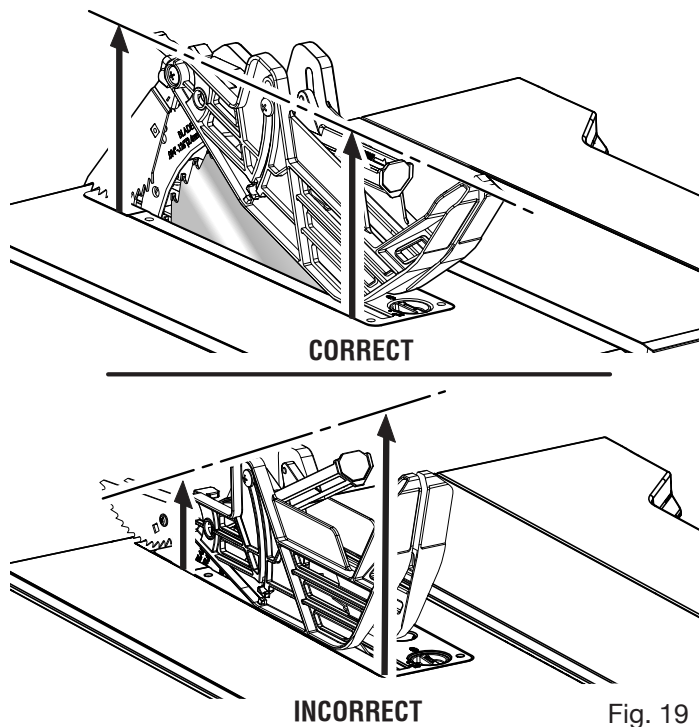

Fig. 19
- Avec le devant du protège-lame a élevé, abaisser le dos du garde dans le trou arrière le couteau diviseur comme illustré. Abaisser l'avant du garde jusqu'à ce que la barre à l'intérieur du garde soit **parallèle à la table** (voir la figure 19). Si la barre n'est pas parallèle à la table, le couteau diviseur n'est pas en position « en haut ».